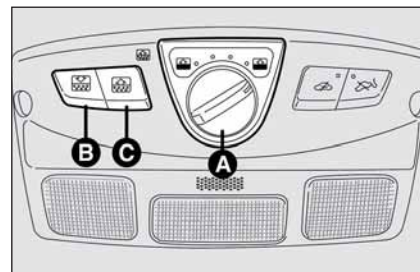

fig. 90
Con el techo completamente cerrado (selector giratorio en posición 0), gire la rueda de mando **A**-fig. 90 hacia la derecha seleccionando una de las 5 posiciones de apertura disponibles.
Gire el mando **A**-fig. 90 hacia la izquierda seleccionando una de las 5 posiciones disponibles.
A cada una de las 5 posiciones corresponde un cierre más o menos amplio del techo practicable. Para cerrar completamente el techo con una sola maniobra será necesario colocar el mando **A**-fig. 90 en posición 0.
Para abrir completamente la cortinilla pulse la tecla **B-fig. 90**. La apertura de la cortinilla se interrumpe pulsando nuevamente la tecla.
Para cerrar la cortinilla pulse la tecla **C-fig. 90**. El cierre de la cortinilla se interrumpe pulsando nuevamente la tecla.
- ☐ gire el mando **A-fig. 90** hacia la izquierda completamente;
- ☐ mantenga presionado el mando **A-fig. 90** hasta que el techo se bloquee mecánicamente y luego, suéltelo;
En estos casos es posible desactivar el dispositivo cerrando el techo practicable (dentro de 5 segundos desde que ha intervenido el dispositivo), girando el mando **A-fig. 90** a la posición 0 y manteniéndola presionada hasta que se cierre.